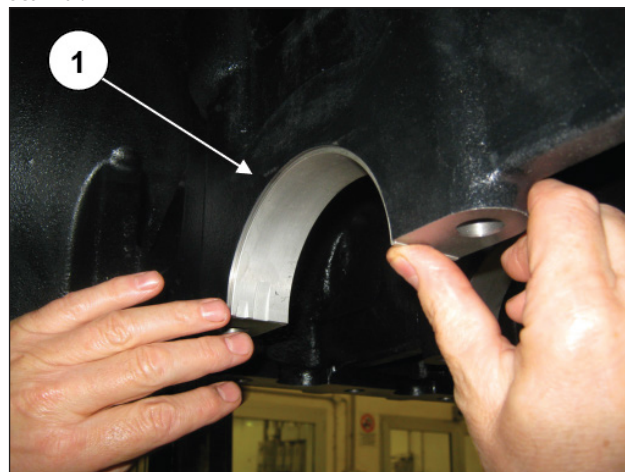

Fig. 27
Mantenere i semicuscini di banco (pos. ①, Fig. 27) nelle rispettive sedi del carter posteriore per evitare possibili scambi.